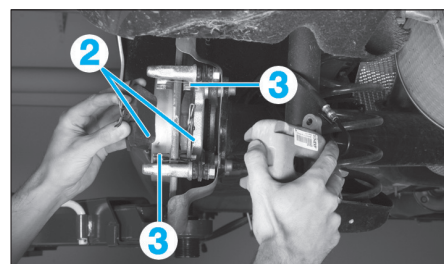

Fig. 10
- Déposer les plaquettes de frein (2) et les cales d'appui (3) (Fig.10).